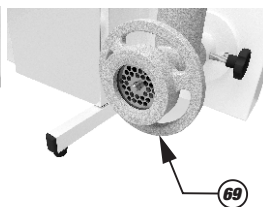

Figura 10
-Em seguida coloque e rosqueie o volante do moedor (69) até encostar no disco para moer conforme **figura 10**. Não há necessidade de aperto, apenas encoste.